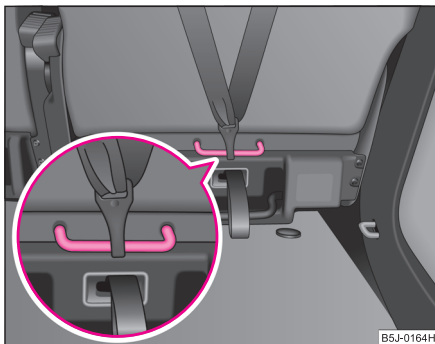

Abb. 144 Rückstz:
Die hinteren äußeren Sitze sind zur Erhöhung der Kindersicherheit serienmäßig hinter der Rückenlehne mit dem Befestigungssystem „Top Tether“ ausgestattet ⇒ Abb. 144. Führen Sie den Ein- und Ausbau immer nach der beigefügten Anleitung des Kindersitzherstellers durch.
- Befestigen Sie die Kindersitze mit dem „Top Tether“-System nur an den dafür vorgesehenen Stellen ⇒ Abb. 144.